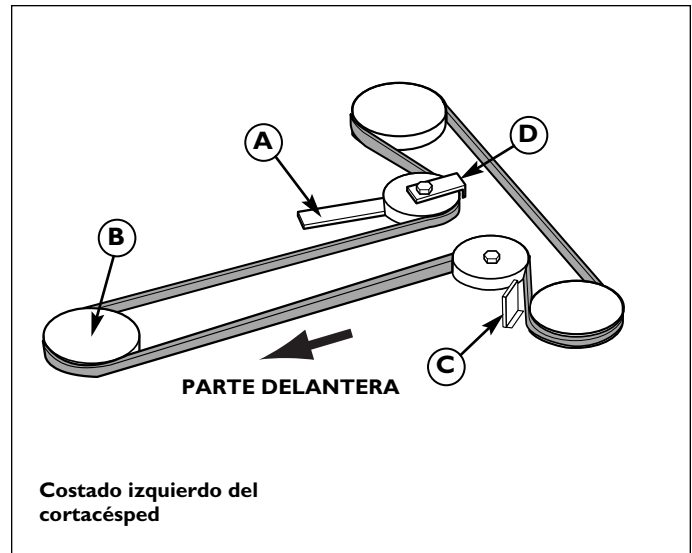

Figura 41. Correa del cortacésped típico en plataformas de dos cuchillas
3. Empuje el brazo secundario libre (A, Figura 41 ó 42) para soltar la correa. Saque la correa de la polea de toma de fuerza (embrague eléctrico).